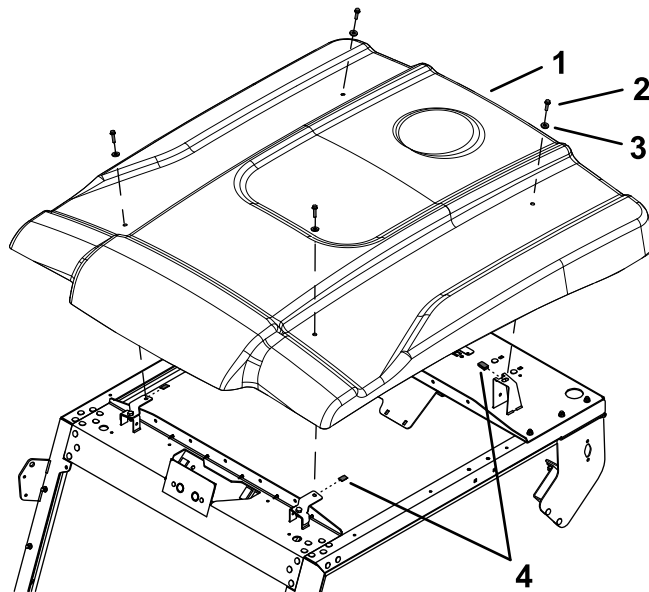

Figura 10
5. Instale a sombra na estrutura com os quatro parafusos flangeados de cabeça hexagonal (1/4 x 1 pol.), quatro anilhas de selagem e os quatro cliques (Figura 10).